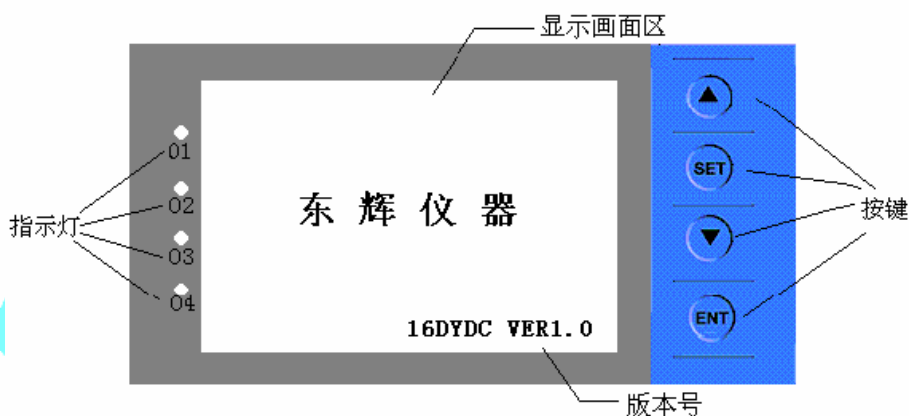

图 1: 启动画面
2. 启动画面: 启动时系统显示“东辉仪器”, 如图 1 所示。